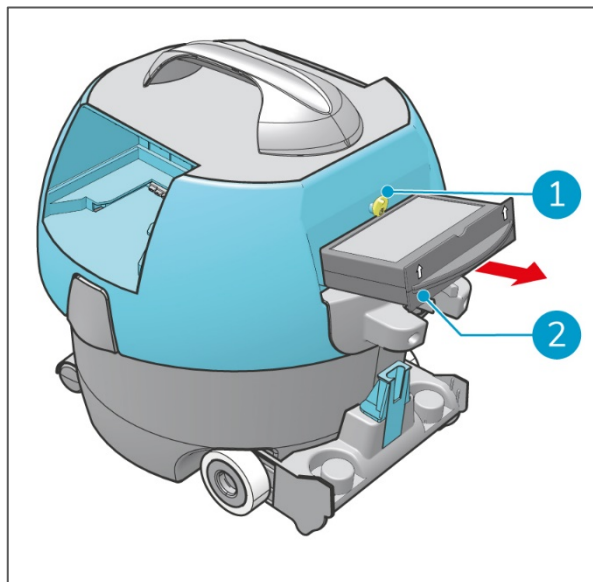

Abbildung 22
1. Drehen Sie die gelbe Verriegelungsscheibe (Figure 22, Pos. 1) auf.
2. Ziehen Sie den Kassettenfilter (Figure 22, Pos. 2) aus dem Deckel des i-vac 9B heraus.